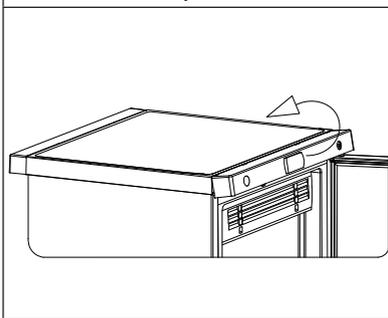

Рисунок 16
2. Выведите из зацепления со столешницей переднюю панель (см. рис. 16) и аккуратно положите ее на холодильник.